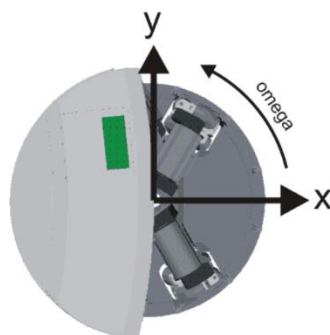

Figure 49: Repère du Robotino
- Un bloc de réglage des vitesses désirées pour le déplacement du robot. Les axes X, Y et Z se réfèrent à ceux du robot¹ (Figure 49).